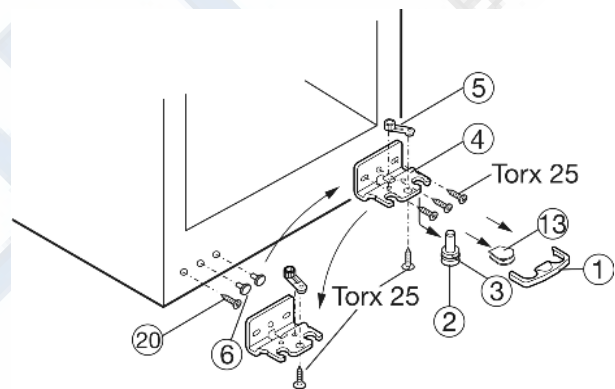

Fig. 4
- ▶ Предохранитель Fig. 4 (1) снимите движением вперед.
- ▶ Снимите крышку Fig. 4 (13).*
- ▶ Вытяните опорный палец Fig. 4 (2) вниз и вперед. При этом следите за гнездом шарнира Fig. 4 (3).
- ▶ Откройте опорный кронштейн Fig. 4 (4).
- ▶ Откройте опорную деталь Fig. 4 (5) и, переставив в отверстие на противоположной стороне опорного кронштейна, снова прикрутите.
- ▶ Снимите и снова установите пробку Fig. 4 (6) на противоположную сторону со стороны ручки.
- ▶ Выкрутите болт Fig. 4 (20) и вкрутите на противоположной стороне.
- ▶ Снова прикрутите опорный кронштейн Fig. 4 (4) на новой стороне шарнира (с моментом 4 Нм). При необходимости используйте аккумуляторный шурупверт.
- ▶ Снова слегка наклоните устройство назад и снова установите опорный палец Fig. 4 (2) с гнездом шарнира Fig. 4 (3). Заушница на опорном пальце должна быть расположена спереди.
- ▶ Установите крышку Fig. 4 (13) на противоположной стороне.*
▶ Предохранитель (1) нужно зафиксировать сбоку на кронштейне, чтобы опорный палец и двери были защищены от выпадения.
- ▶ Снова защелкните предохранитель (1) на опорном кронштейне.
- ▶ При необходимости выровняйте дверцы через два продольных паза в опорном кронштейне Fig. 4 (4) параллельно корпусу устройства. Для этого выкрутите средний винт.